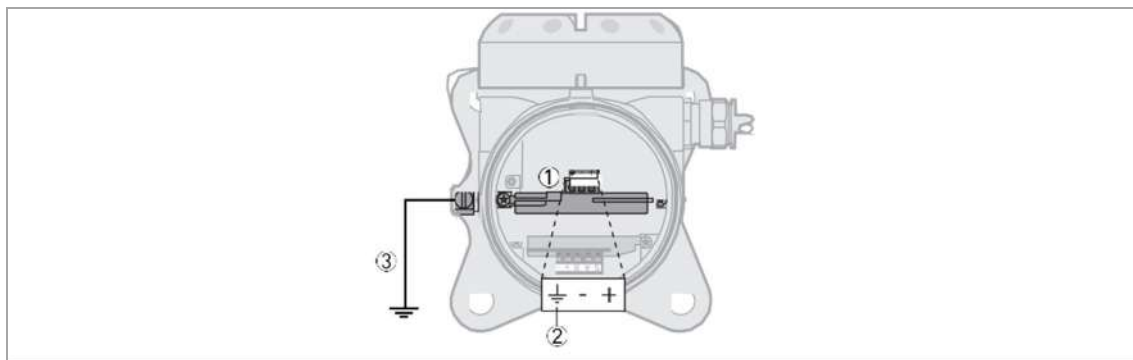

図 3-10: 接続端子(1出力仕様の場合)
- ① 電源端子(機器動作、電流出力 1 用)
- ② 電源端子(電流出力 2 用)
- ③ アース端子(取付サポート部)
- ④ハウジング内部接地端子(電線がシールドケーブルの場合)
- ・表示部側にある電源端子(図 3-10)のコネクタには接続しないでください。
- ② 電源端子(スイッチ出力用)
- ③ スイッチ出力端子
- ④ アース端子(取付サポート部)
- ⑤ハウジング内部接地端子(電線がシールドケーブルの場合)